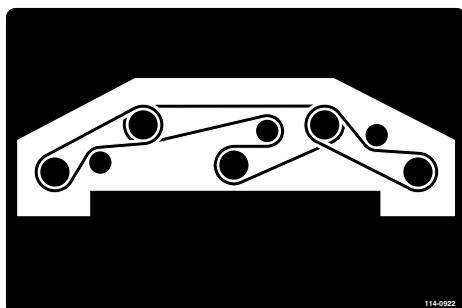

Bild 95
8. Verlegen Sie den neuen Riemen um die Spindelscheiben und die Spannscheiben (Bild 95).